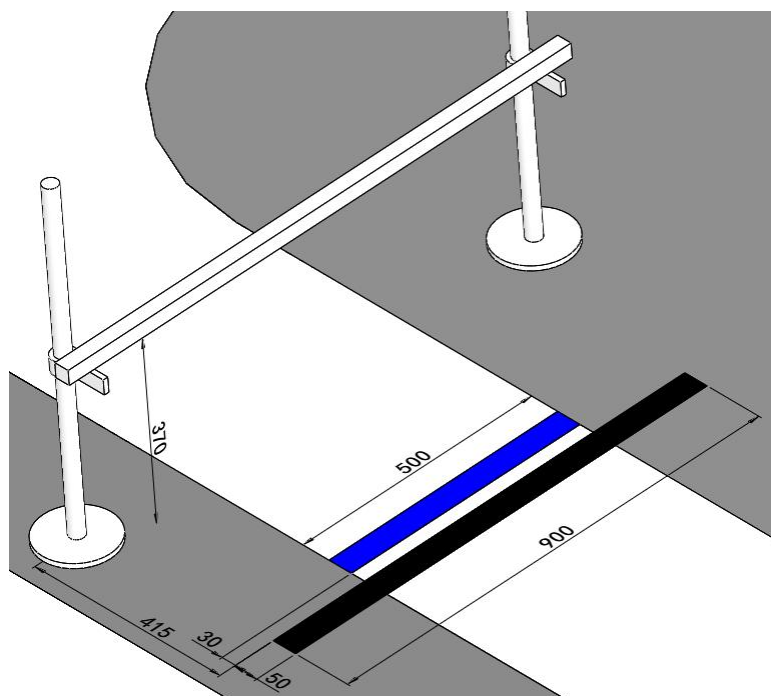

图 6 限高杆标识示意图（单位：mm）
1.限高杆：如图 6 所示，限高杆前 415mm 处有宽度 50mm 的黑带，距黑带边缘 30mm 处印有 500×50mm 的蓝色色带。